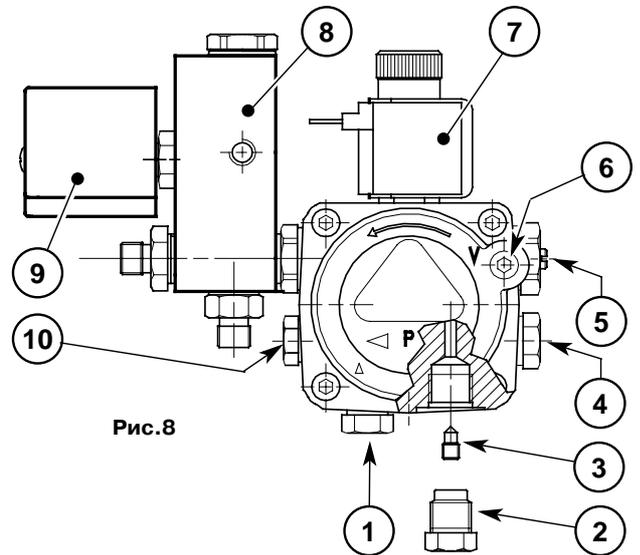
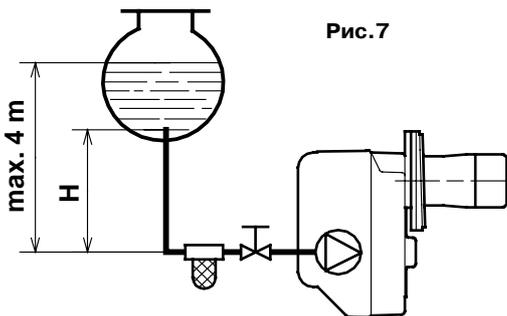

Рис.8
Рис.7
- Насос поставляется настроенным на работу по двум шлангам. Для работы по одному шлангу необходимо отвернуть резьбовую крышку возвратного клапана (2), вывернуть и удалить винт байпаса (3) и завернуть обратно крышку (2) (см. рис. 8).
В системе на рис. 7 достаточно ослабить крепление вакуумметра (6 на рис. 8) и дождаться, пока топливо не начнет вытекать из-под него.